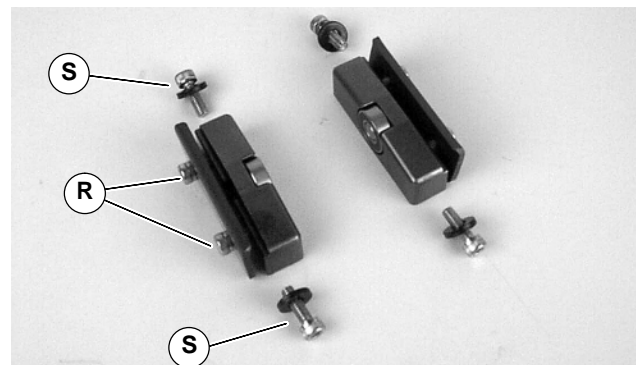
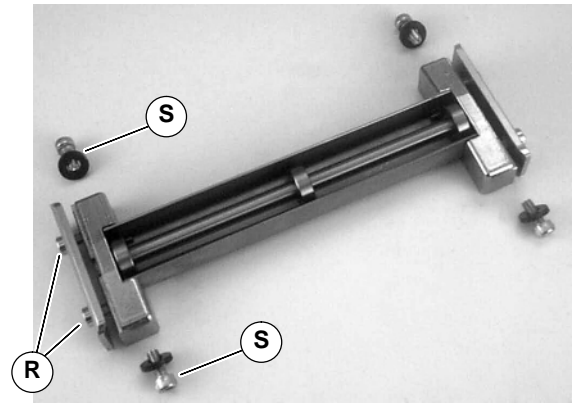

Figure 14
Figure 17
2. Die Trägerschrauben lockern, aber nicht entfernen (R siehe Abbildung 14). Die Montageschrauben und Unterlegscheiben (S) entfernen.
- Bauteile zusammentragen (Abbildung 17). Die Trägerschrauben (R siehe Abbildung 14) lockern, aber nicht entfernen. Die Montageschrauben und Unterlegscheiben (S) entfernen.